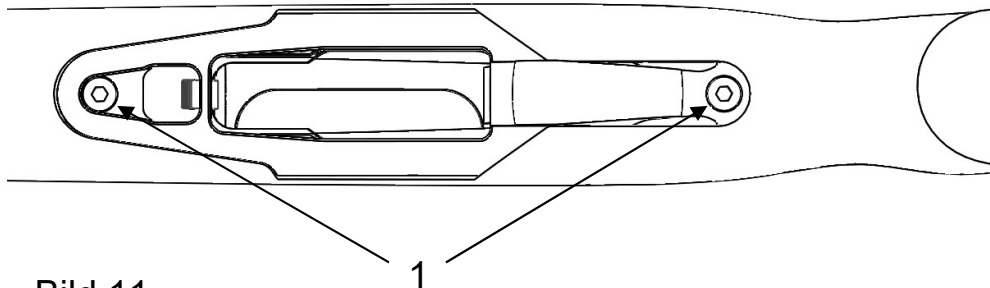

Bild 11
- Abwechselndes Lösen der Schrauben „1“ (Bild 11) um Beschädigungen zu vermeiden.
Die Montage der Reinigungsbaugruppen erfolgt in umgekehrter Reihenfolge der Demontage, wobei auf festes Anziehen der Schrauben zu achten ist. Hinweis: Die Systemschrauben „1“ (Bild 11) werden mit ca. 8Nm festgezogen.